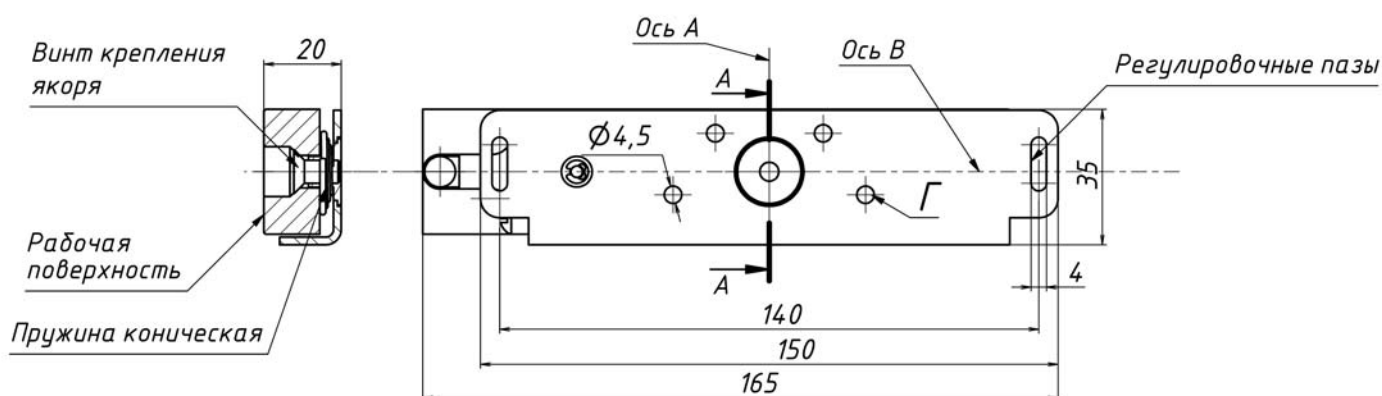

Рис.5 Якорь с пластиной крепления.
5.7 В процессе монтажа якорная и корпусная части замка должны быть совмещены в продольном и поперечном направлении, до совпадения осей А и В. Положение осей показано на рисунках 4, 5 и 6. Для обеспечения совмещения частей замка в поперечном направлении предусмотрены регулировочные овальные пазы в пластине крепления якоря (Рис.5), через которые осуществляется предварительный монтаж якорной части. Окончательное закрепление пластины (после совмещения осей) осуществляется четырьмя саморезами (или винтами) через отверстия Г.